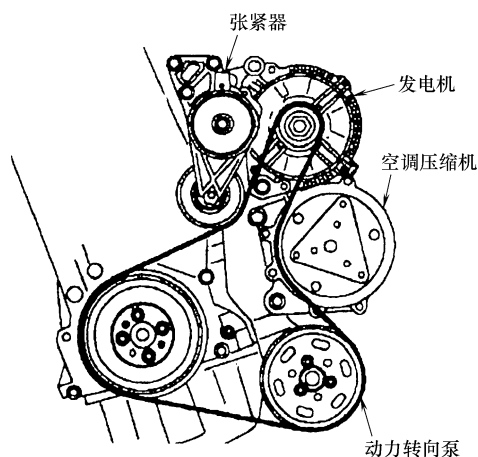

图 1-40 附件传动带盘绕路径
2) 拆下附件传动带和张紧器，顺时针转动张紧器，释放传动带张力。附件传动带盘绕路径见图 1-40。